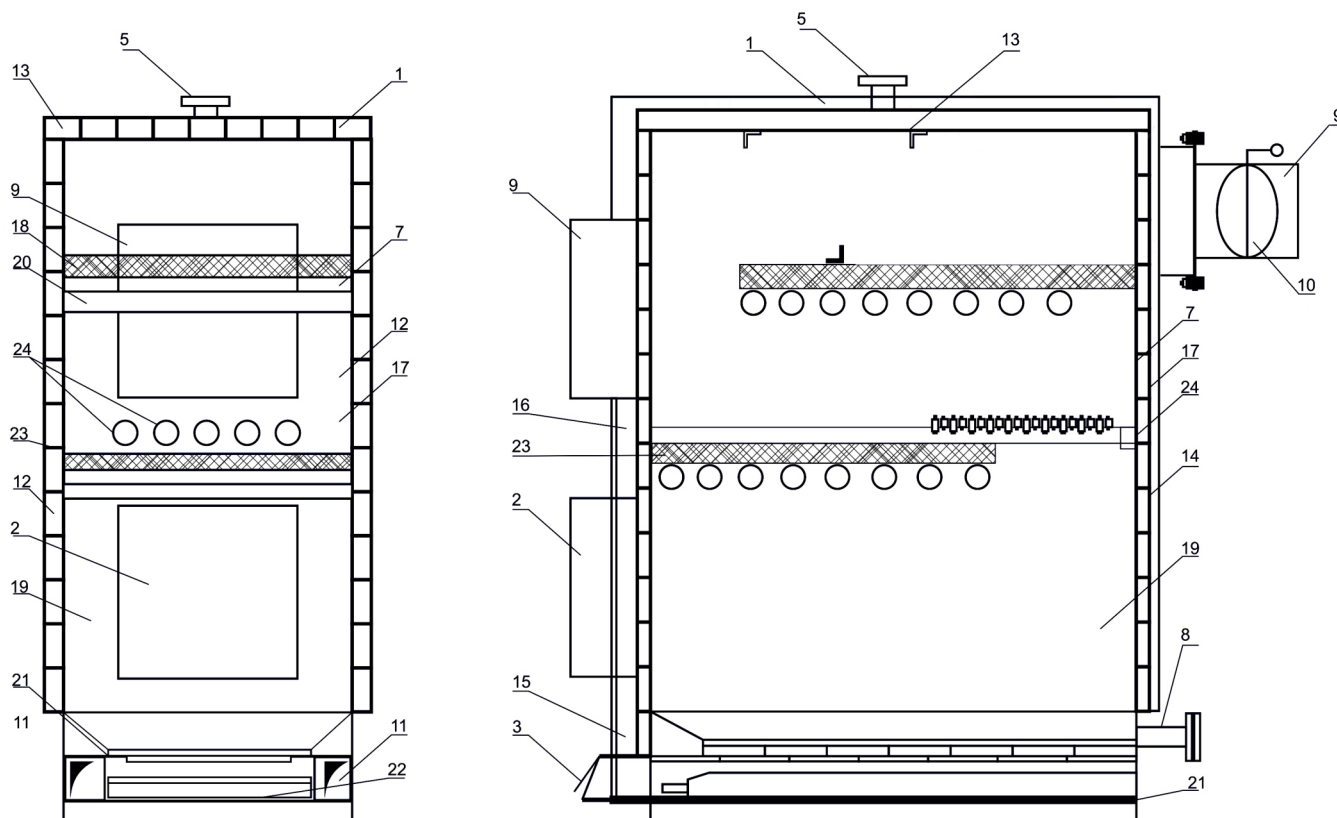

Рисунок 2. Состав и устройство Котлов моделей Р 52 - 102 в базовой комплектации
Внутреннее пространство каркаса предназначено для загрузки топлива и сжигания топлива. Внутренний объем каркаса условно разделяется на две зоны: нижнюю камеру загрузки топлива (пиролиза) и верхнюю камеру дожига пиролизных газов. Полка камеры дожига футерована огнестойкой плитой из вермикулита (15), служащей для увеличения температуры в камере дожига и защиты от высокой температуры стенки рубашки, проходящей в зоне камеры дожига. Вермикулитовая плита свободно размещается на полке водяной рубашки (см. рис. 2г). В зоне камеры дожига пиролизных газов размещаются эжекторы (6). Эжектор представляет собой трубу с отверстиями из толстостенной цельнотянутой трубы, рассчитанными на определенную мощность Котла. Эжекторы устанавливаются в